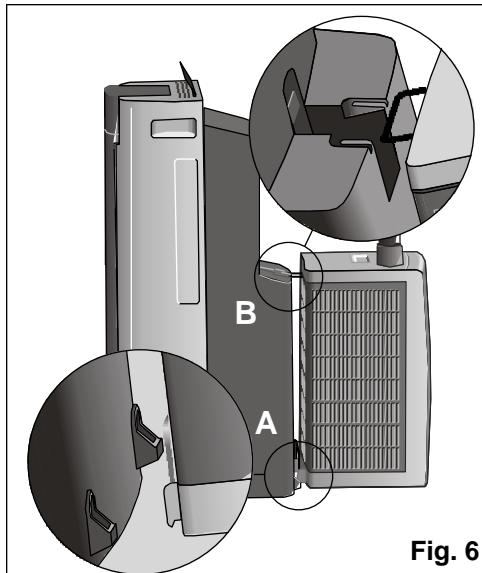

Fig. 6
- ❑ Para transportar la totalidad del equipo con mayor facilidad, colgar la unidad exterior de la unidad interior como se indica en la Fig. 6. Para ello deberá introducir en primer lugar los salientes inferiores (**A**) y en segundo lugar la varilla superior (**B**) de la unidad exterior, en la unidad interior.